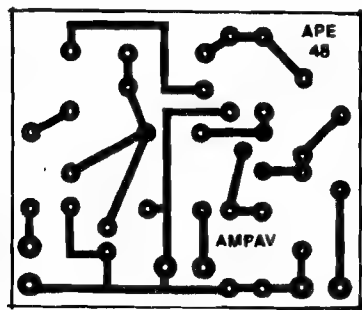

Fig. 2
- FIG. 2 - LAY OUT DO CIRCUITO IMPRESSO ESPECÍFICO - A plaquinha é simples, porém desenhada com atenção para os requisitos normais de circuitos que lidem com Frequências elevadas (nem tão ampla que possa determinar pistas longas e de impedância "sensível", nem tão compacta que possa estabelecer capacitâncias residuais danosas...). De qualquer modo, o lay out é simples, de fácil reprodução